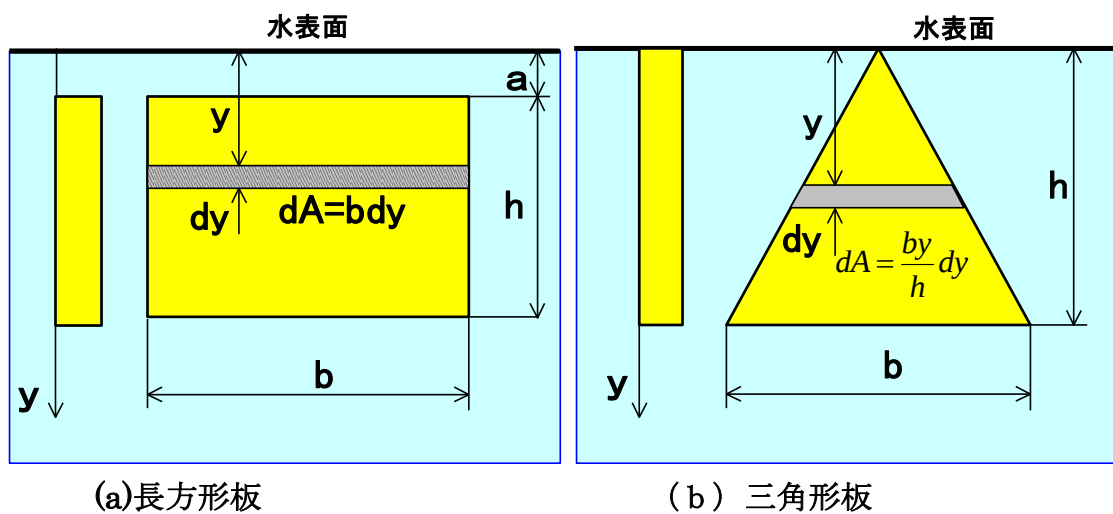

図 3.16 長方形平板および三角形平板に働く流体力
1. 図 3.16(a)、(b)の平板に働く全流体力および圧力の中心位置 y_c を求めよ。